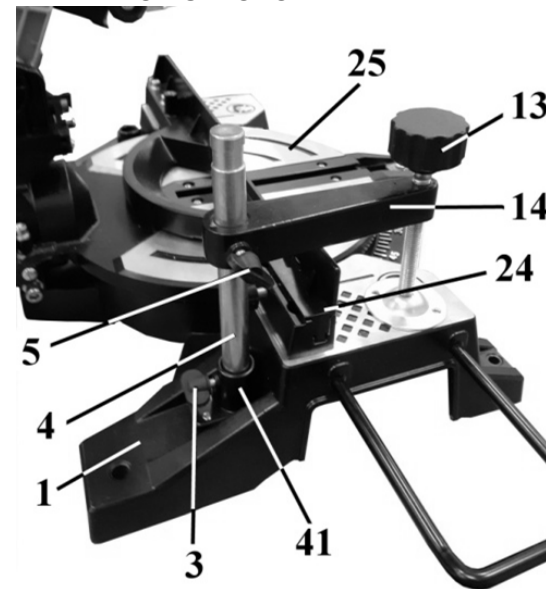

Рис. 17
12.1. Вертикальный зажим (Рис. 17)